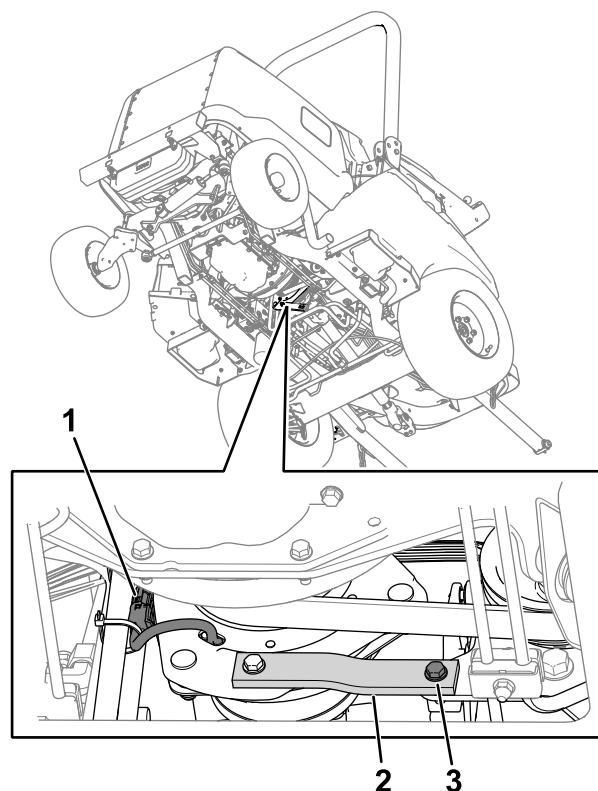

Figura 75
2. Scollegate il connettore del cablaggio preassemblato della frizione dal cablaggio preassemblato della macchina (Figura 75).
3. Rimuovete il bullone, la rondella e il dado dai cinghioli in gomma e in metallo (Figura 75) sul telaio.